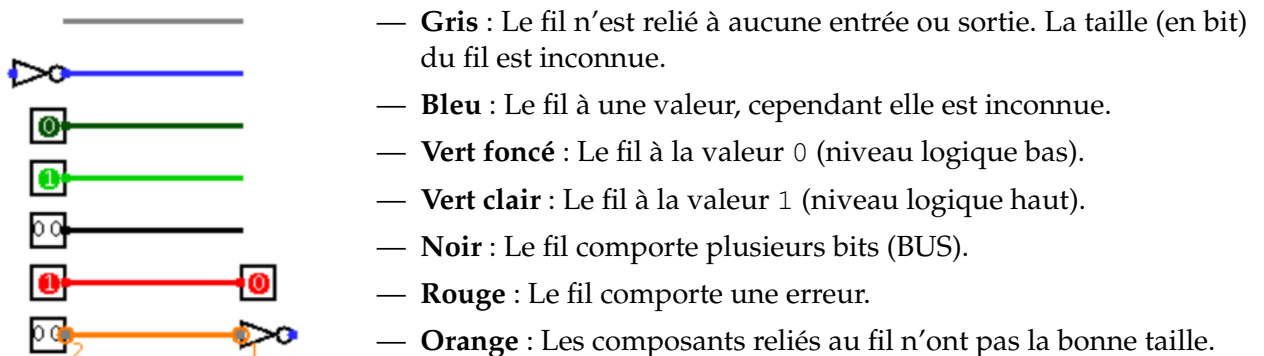

FIGURE 5 – Couleurs des fils en simulation
4. Testez le bon fonctionnement de votre additionneur 1 bit. pour valider son fonctionnement manuellement, aidez-vous du descriptif des couleurs utilisées pour les signaux en mode simulation disponible à la Figure 5.